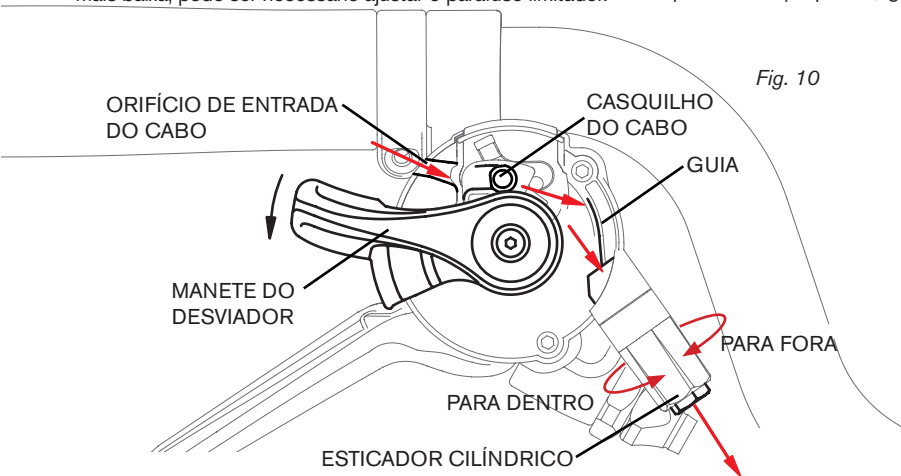

Fig. 10
Para aumentar a tensão perdida devido ao alongamento do cabo, coloque a bicicleta num suporte. Desaperte o esticador cilíndrico (fig. 10) um quarto de volta de cada vez, sempre que pedala a bicicleta e enquanto escuta a redução do ruído. Também pode ser executada uma verificação visual para garantir que a roda jockey no sistema desviador fica alinhada com a roda dentada seleccionada na cassete. Se a bicicleta não atingir a roda dentada maior, significa que foi aplicada demasiada tensão, pelo que deve apertar o esticador cilíndrico para dentro para resolver este problema (fig. 10). Se isto não resolver o problema original, mude para a roda dentada mais pequena na cassete, depois solte o parafuso que mantém o cabo na devida posição no interior do sistema desviador (fig. 7, 8). Utilize um alicate pequeno para puxar a extremidade interna do cabo IC para aumentar a tensão do cabo e depois aperte o parafuso RS (fig. 8).
- Use o esticador cilíndrico no desviador para afinar a tensão do cabo, conforme for necessário (fig. 10).
- Ao desapertar o esticador, aplica mais tensão no cabo e melhora a engrenagem para uma mudança inferior (fig. 10).
- A roda jockey no sistema desviador deve estar alinhada com a roda dentada seleccionada na cassette (fig. 10).